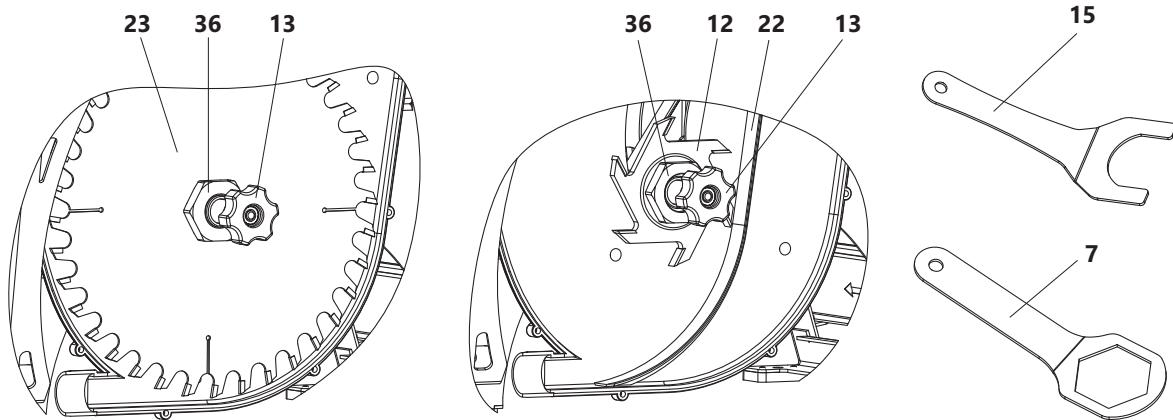

Рис. 14 Демонтаж пильного диска. Установка фрезы
- открутить гайку-барашк регулировки глубины пропила 13 пильного диска 23 (рис. 14);
- установить гайку-барашк регулировки глубины пропила 13 на рабочее место (рис. 14);
- с помощью кольцевого гаечного ключа 7 расфиксировать резьбовое соединение гайки зажимной 36 (рис. 14);
Гайка 36 имеет левое резьбовое соединение. Закручивание — против часовой стрелки, откручивание — по часовой стрелке (рис. 14а).
Рис. 14а Установка ключей при демонтаже пильного диска/фрезы